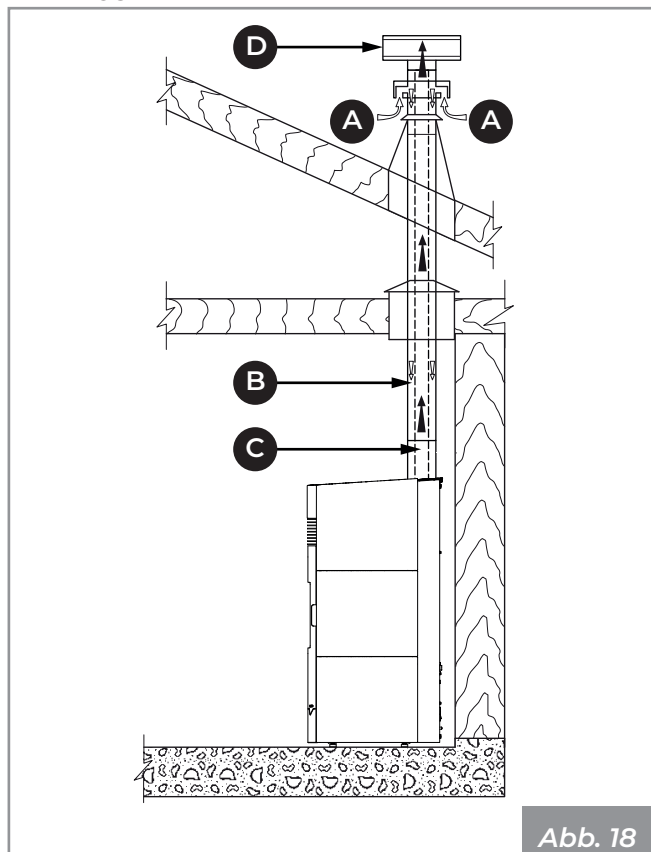
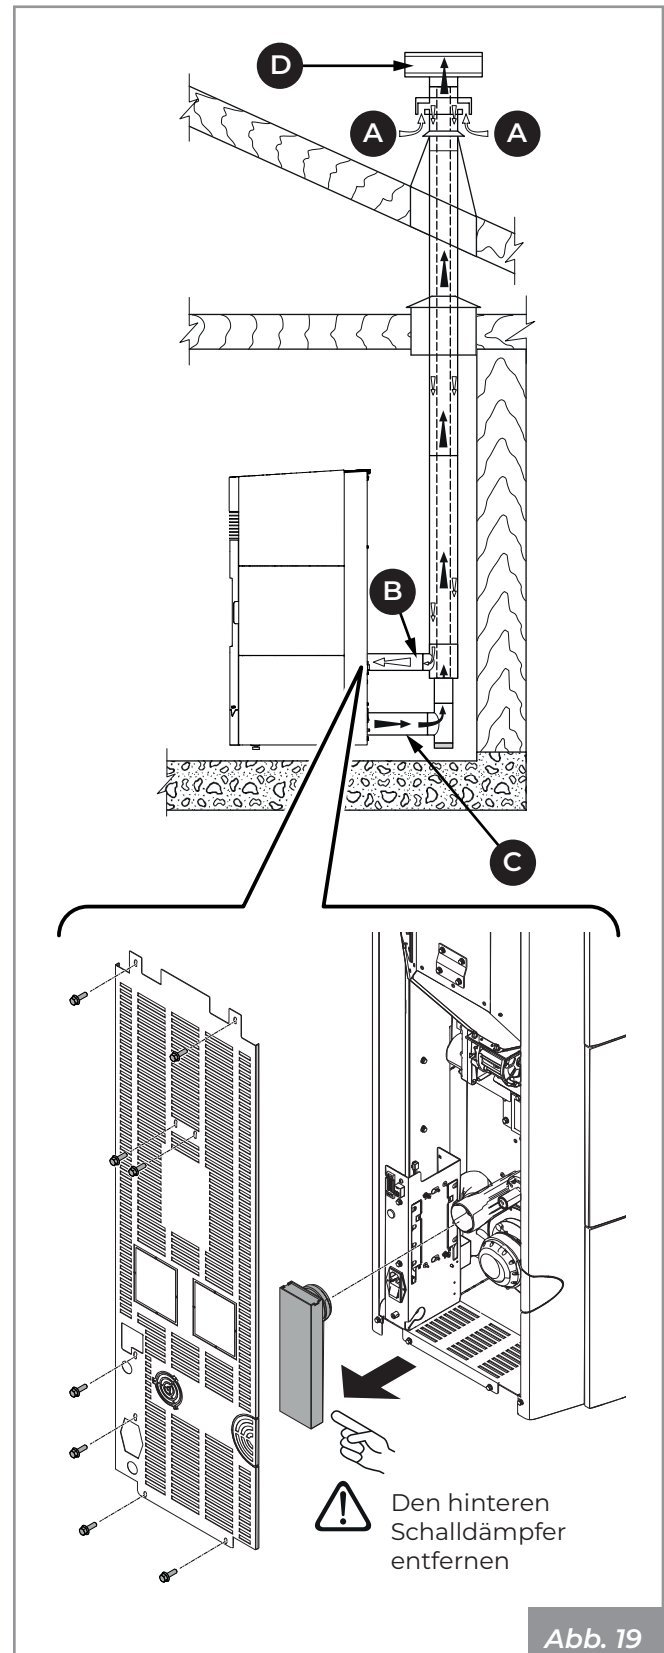
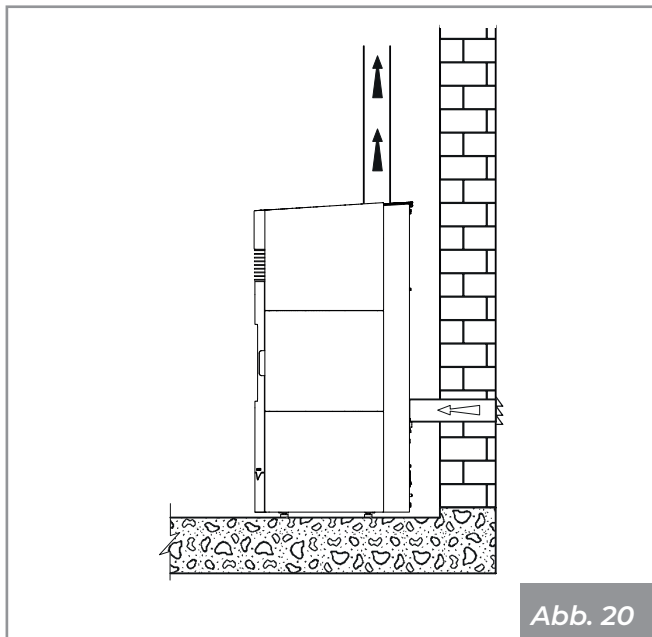
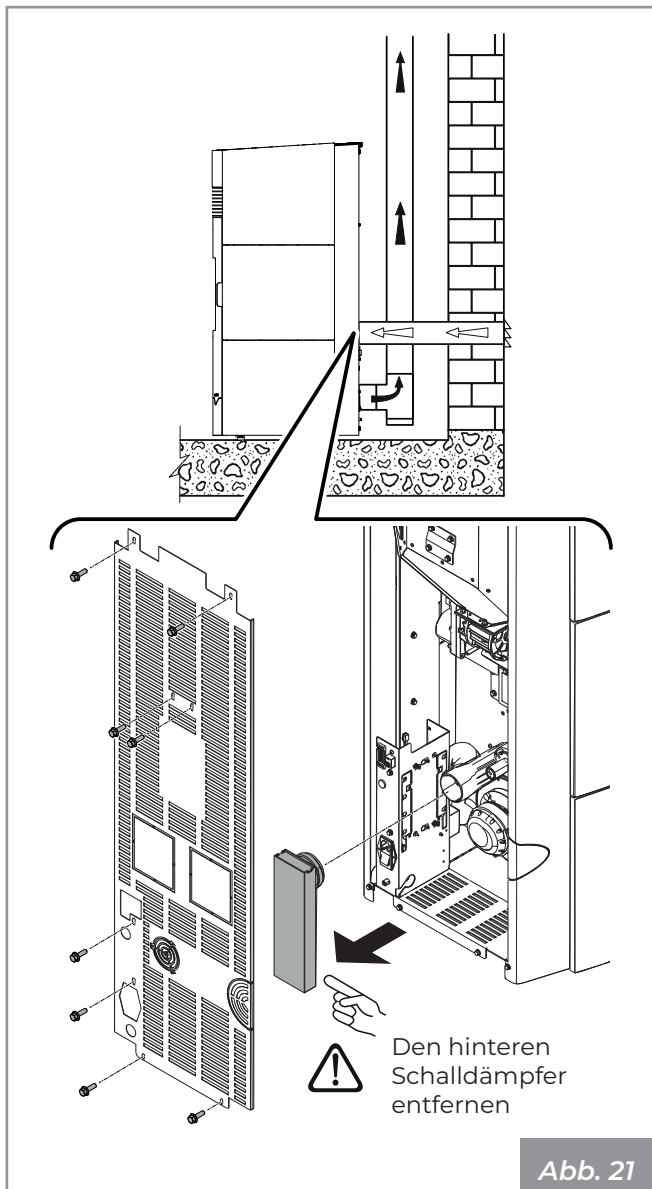

Abb. 18
Abb. 19
Abb. 20
Abb. 21
- direkt von außen mit direktem Anschluss an die Brennkammer kommen (**Abb. 18 - Abb. 21**).
- die Verbrennungsluft mit Hilfe eines koaxialen Auspuffrohrs für die Abführung der Abgase und den Lufteinlass zu leiten (**Abb. 18 - Abb. 19 - A, B = Lufteintritt, C, D = Rauchgasaustritt**); daher ist es nicht notwendig, einen klassischen Lufteintritt in den Raum vorzunehmen.
- den Verbrennungslufteinlass des Geräts mit einem geeigneten Kanal an den Lufteinlass anschließen (**Abb. 20 - Abb. 21**).